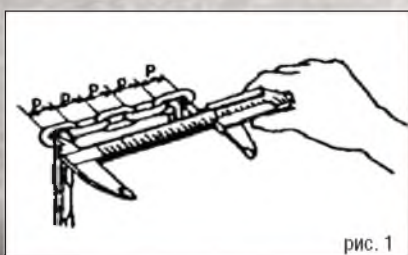

рис. 1
Тщательно осматривайте всю грузоподъемную цепь. Как показано на Рис. 1, с помощью калибра измерьте длину пяти соединенных звеньев. Таким образом проверяйте цепь через каждые три 0,9 м, особенно в тех местах, которые сильно износились. Если цепь сильно деформирована, её необходимо заменить. Никогда не удлинняйте цепь, приваривая вторую часть к оригинальной цепи.
- Если вертикальный угол шейки верхнего или нижнего крюка достигает 10° градусов, крюк необходимо заменить (Рис. 1).